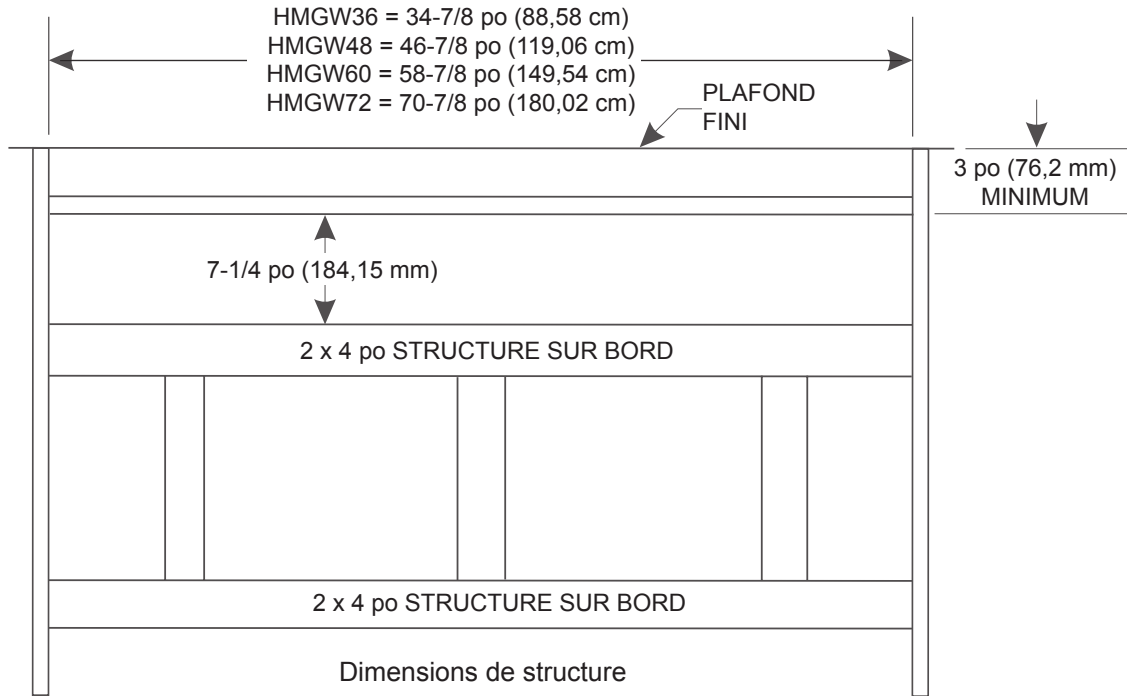

Figure 4
4. La **Figure 4** illustre les exigences de dimensionnement d'une structure classique pour l'installation du corps de l'ensemble de transfert de chaleur selon les diverses tailles de modèles. Prière de noter le dégagement